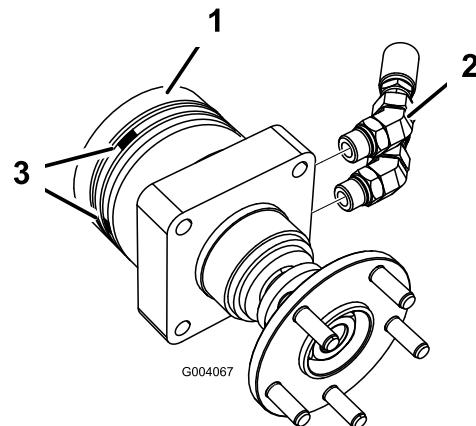

図 2
4. 各ホイールモータ・アセンブリに、45° フィッティングを2つずつ取り付ける(図2)。各フィッティングがまっすぐ後ろ向きになるように取り付ける。